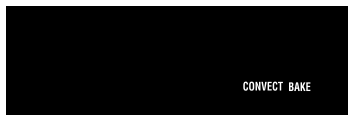

Fig. 2
2. Press start (See Fig. 2).	start